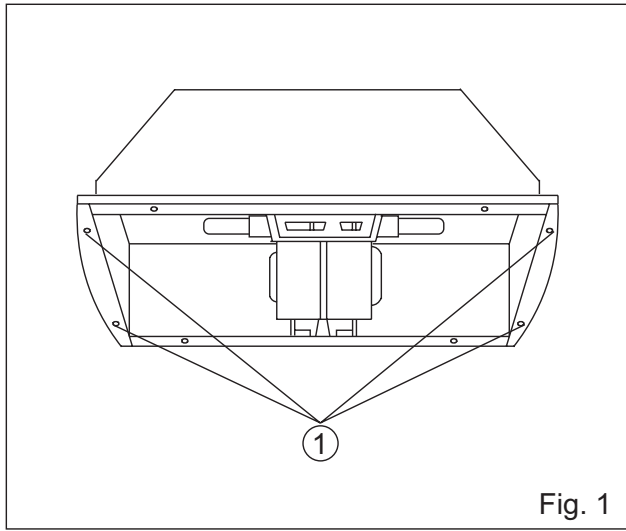

Fig. 1
5. Inserire l'apparecchio nel mobile e fissarlo tramite le 4 viti, fornite a corredo, negli a p - positi fori (Fig. 1/1).